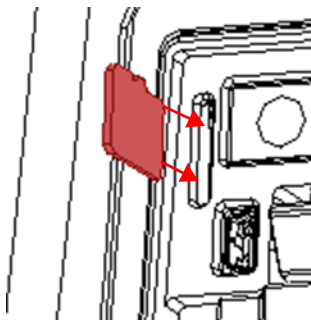

Рис. 3-6 Установка карты памяти microSD
- ◆ Вставьте карту памяти microSD в слот анализатора Vanta (обратите внимание на правильную ориентацию) до фиксации со щелчком (см. Рис. 3-6 на стр. 55).